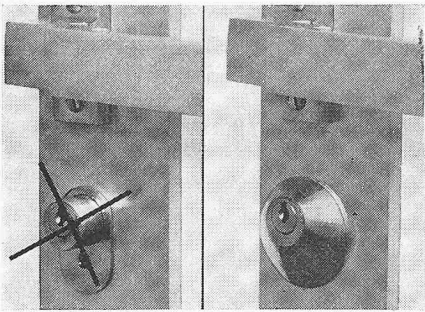

Bild 1. Eine immer noch zu wenig befolgte Empfehlung: Vorstehende Schliesszylinder sollten durch konische «Rosetten» vor dem Abwürgen geschützt werden
- Schliesszylinder, die mehr als 8 mm nach aussen vorstehen, mit speziell angepassten konischen «Rosetten» aus Chromnickelstahl abdecken, die ein Fassen des Zylinders verunmöglichen (Bild 1). Sie können sonst in Sekundenschnelle und völlig ge-